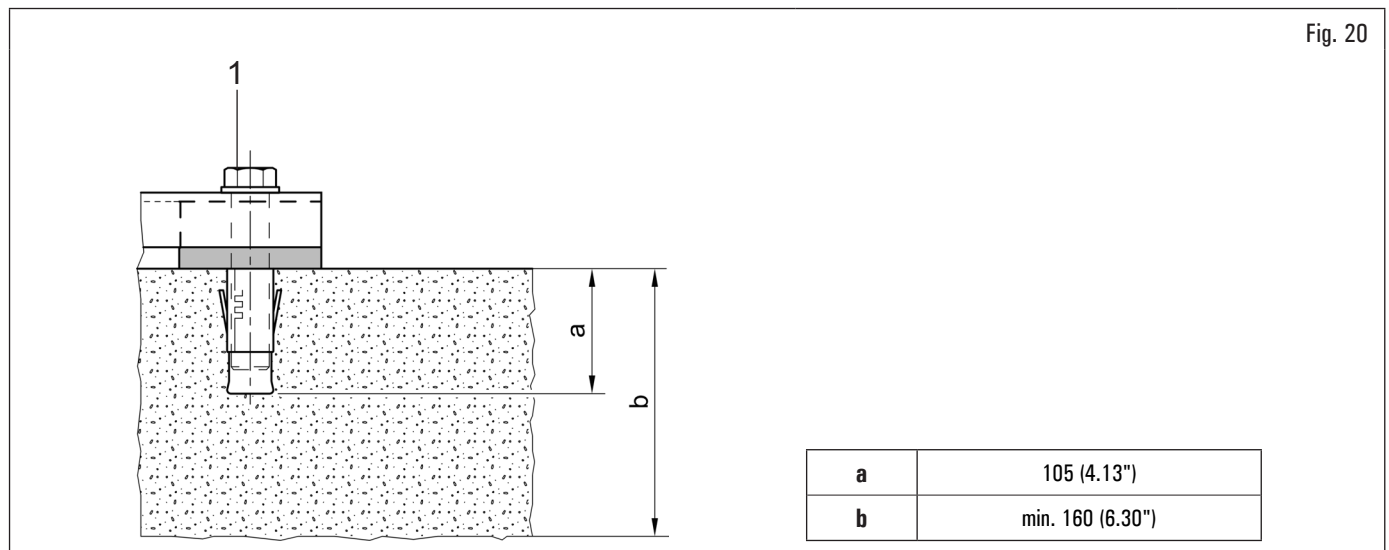

Fig. 20
L'apparecchiatura imballata è fissata al pallet di supporto per mezzo di fori sul telaio indicati in Fig. 20. Tali fori devono essere utilizzati anche per il fissaggio della stessa al pavimento, utilizzando ancoranti per calcestruzzo idonei (non inclusi). Prima del fissaggio al calcestruzzo, controllare che tutti i punti di ancoraggio siano in piano, livellati e in contatto con il pavimento. Se così non fosse, spessorare tra l'apparecchiatura e il pavimento, come indicato in Fig. 20.
- Per il fissaggio dell'apparecchiatura a terra, utilizzare bulloni e perni di ancoraggio (Fig. 20 rif. 1) aventi un gambo filettato M8 (UNC 5/16) di tipo adatto al pavimento sul quale verrà fissato lo smontagomme e in numero pari al numero dei fori di montaggio sul telaio di fondo;